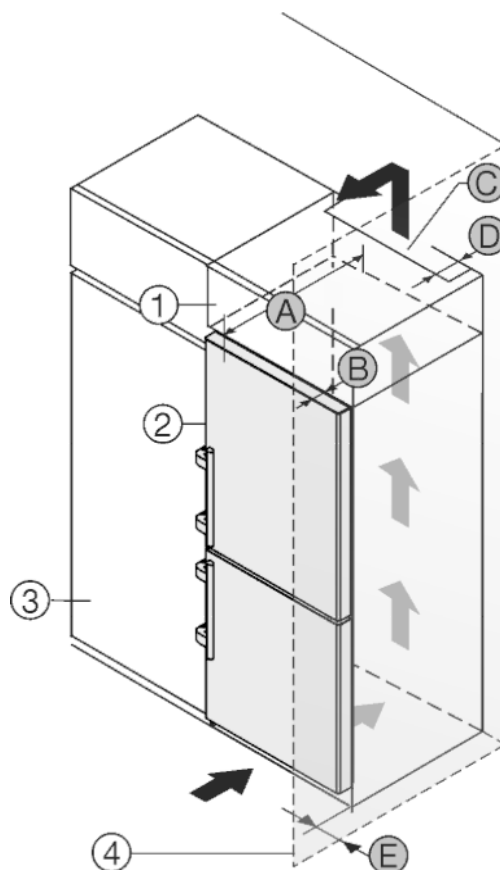

Fig. 11
Устройство может быть окружено кухонными шкафами. Чтобы уравнивать устройство Fig. 11 (2) по высоте с кухонной стенкой, можно установить над устройством дополнительный шкафчик Fig. 11 (1).
Установить устройство можно непосредственно рядом с кухонным шкафом Fig. 11 (3). Чтобы можно было полностью открыть двери, устройство должно выступать на глубину Fig. 11 (B) относительно передней стенки кухонного шкафа. В зависимости от глубины кухонных шкафов и использования пристенных распорок устройство может выступать и больше.
- На задней стенке дополнительного шкафчика должен быть вентиляционный канал с глубиной Fig. 11 (D) по всей ширине этого шкафа.
- Нужно соблюдать вентиляционное отверстие Fig. 11 (C) под нижней панелью.
Если устройство установлено на шарнирах у стены Fig. 11 (4), то нужно соблюдать расстояние Fig. 11 (E) между устройством и стеной. Настолько выступает ручка при открытой дверце.